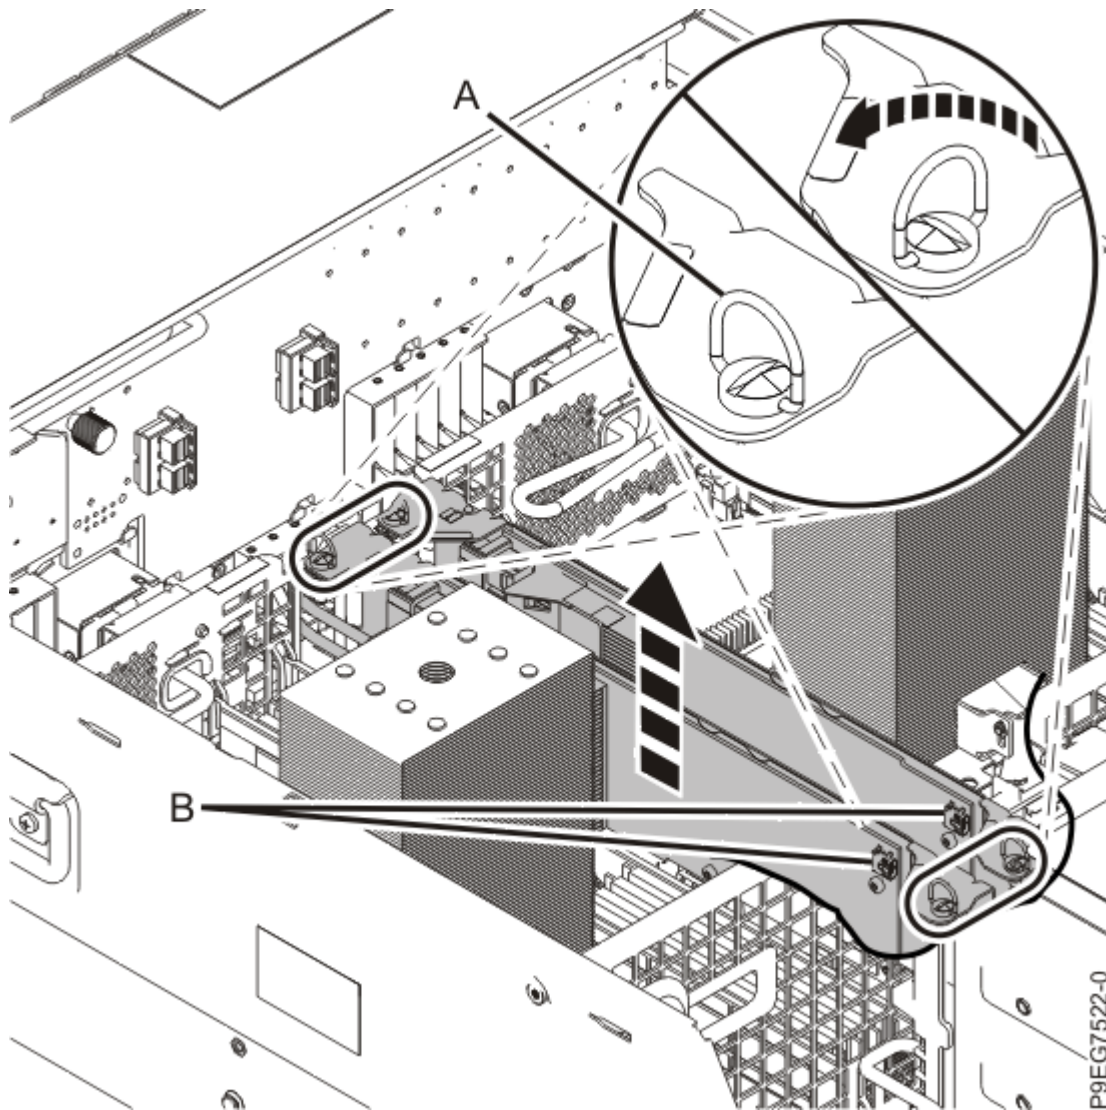

Abbildung 32. SAS-RAID-Adapter entfernen
7. Lassen Sie das vordere SAS-Kabel an diesen SAS-RAID-Adapter angeschlossen. Drehen Sie die Schrauben **(A)** gegen den Uhrzeigersinn, um den SAS-RAID-Adapter zu entriegeln. Heben Sie den SAS-RAID-Adapter und das vordere SAS-Kabel zusammen aus dem Steckplatz heraus. Achten Sie darauf, dass sich das vordere SAS-Kabel nicht in anderen Komponenten verfängt, während Sie den SAS-RAID-Adapter aus dem Steckplatz herausheben. Siehe Abbildung 32 auf Seite 38.